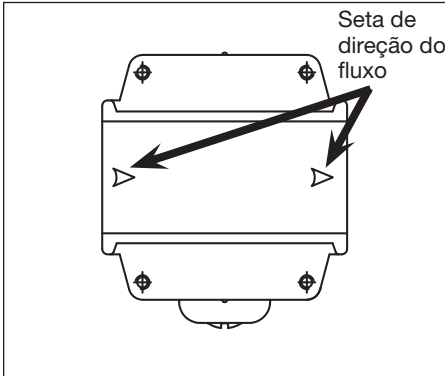

Figura 2 - Detalhe exibindo o local da seta de direção de fluxo
1. Esta seta mostra a direção do fluxo do ar (Consulte a Figura 2, detalhes).
- Verifique se a seta está voltada para a direção do fluxo do ar (Consulte a Figura 2).